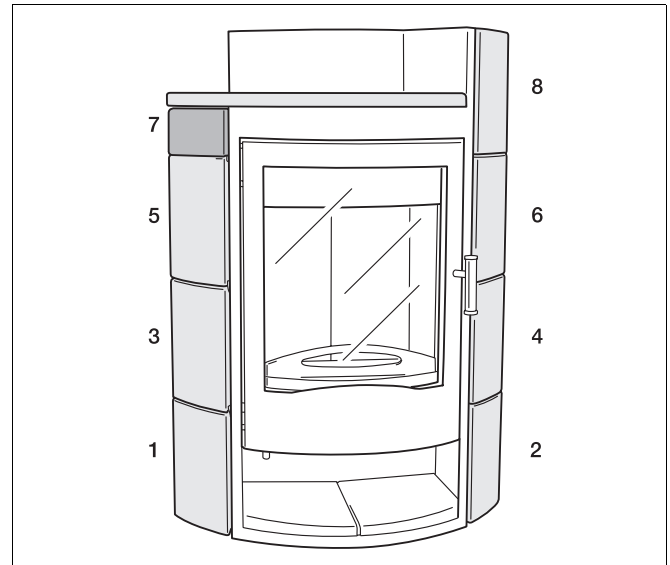
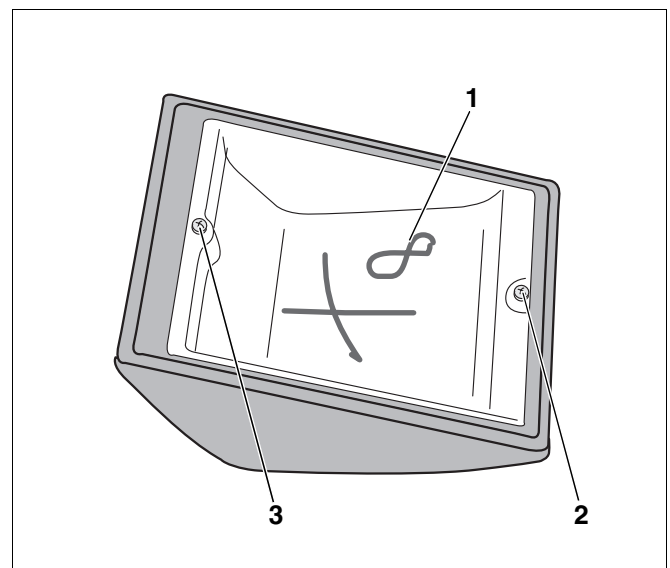

Abb. 11 Positionen der Kacheln
Abb. 12 Kachelrückseite
- Die Kacheln sind auf der Rückseite nummeriert (Abb. 12, **Pos. 1**). Halten Sie unbedingt die Reihenfolge der Nummerierung ein (Abb. 11).
- Mitgelieferte Schrauben in die Bohrungen auf den Kachelrückseiten (Abb. 12, **Pos. 2 und 3**) eindrehen.